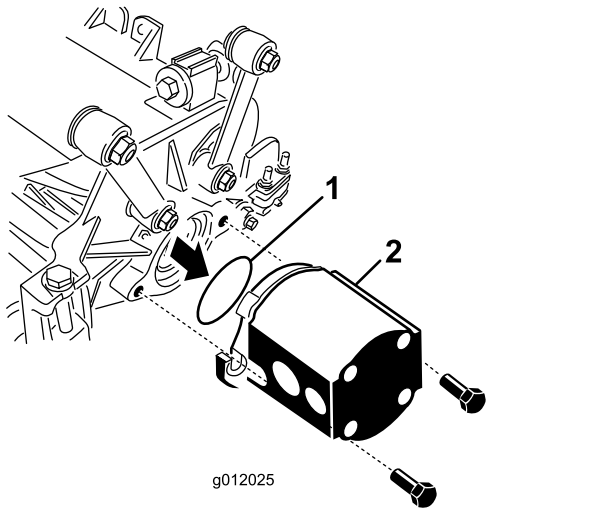

Figure 24
- Placez le joint torique (fourni avec le plateau de coupe) sur le flasque du moteur d'entraînement (Figure 24).
- Montez le moteur du côté entraînement du plateau de coupe et fixez-le avec 2 vis d'assemblage fournies avec le plateau de coupe (Figure 24).